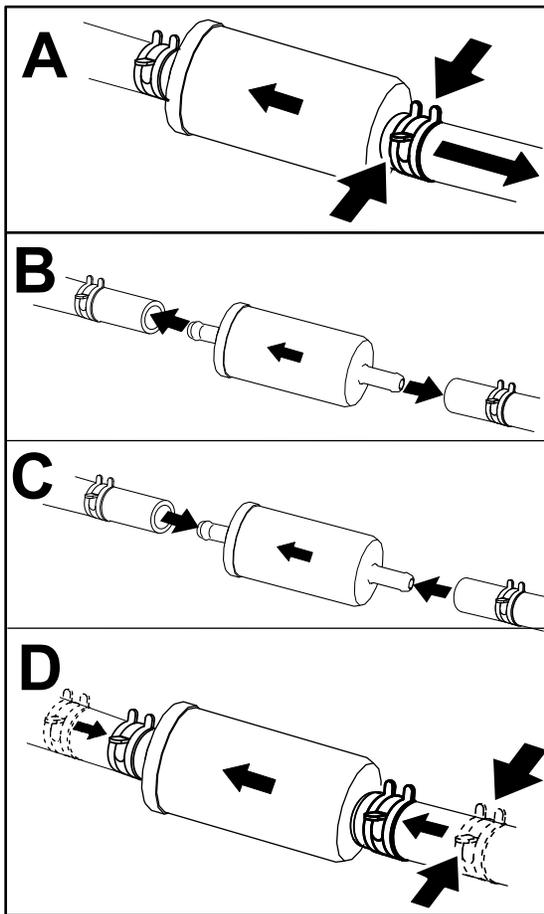

Figura 34
5. Coloque un recipiente limpio debajo del filtro de combustible y cambie el filtro de combustible, como se muestra en la Figura 34.